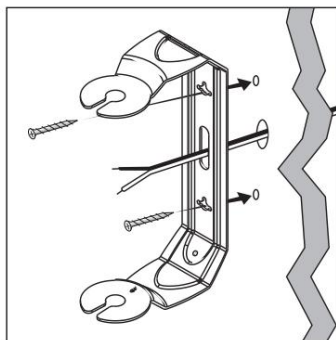

FIGURA 12: Treceți firul difuzorului care iese din perete prin orificiul din suport.
9. Dacă firul difuzorului trece prin perete și iese în spatele suportului, treceți firul prin orificiul din suport înainte de a-l instala pe perete [figura 12].